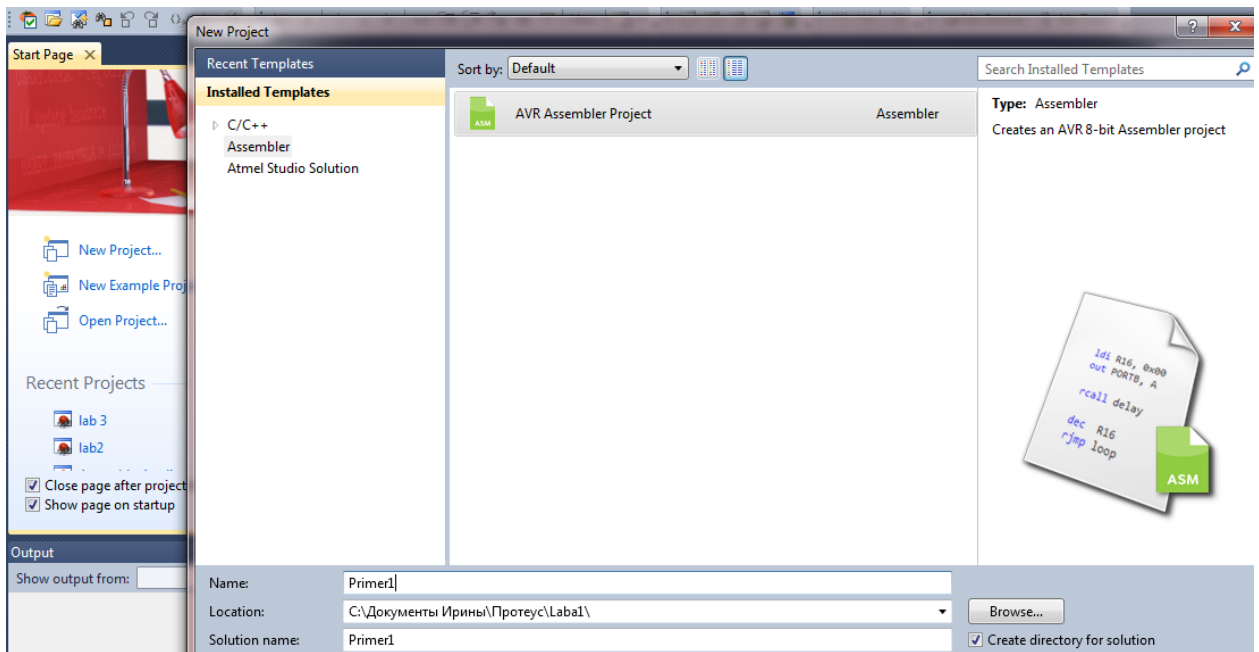

Рис.2 Выходные данные создаваемого проекта
2. Выбрать язык программирования AVR Assembler, кликнув наверху вкладку AVR Assembler Project (рис.2).